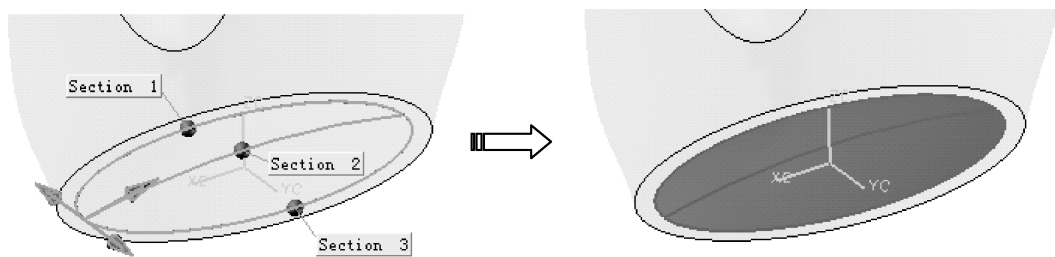

图 5-74 选择截面并创建出曲面
- 25 在【曲面】组中单击【通过曲线组】按钮, 打开【通过曲线组】对话框。以【添加新集】的方式选择 3 段弧作为截面 1、2、3，保留对话框中其余选项默认设置，单击【确定】按钮，完成曲面的创建，如图 5-74 所示。